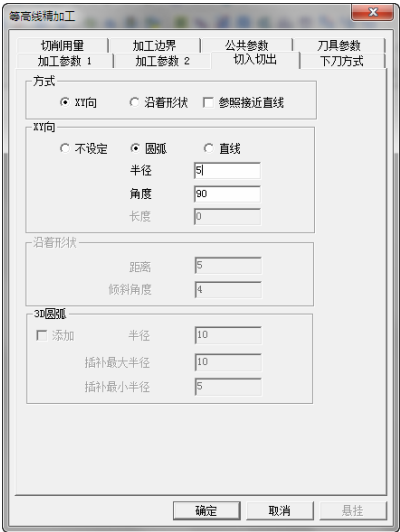

图 8-54 “切入切出”选项卡
3) 单击“切入切出”选项卡，设置“方式”为“XY 向”，“XY 向”为“圆弧”，“半径”“角度”参数数值如图 8-54 所示。